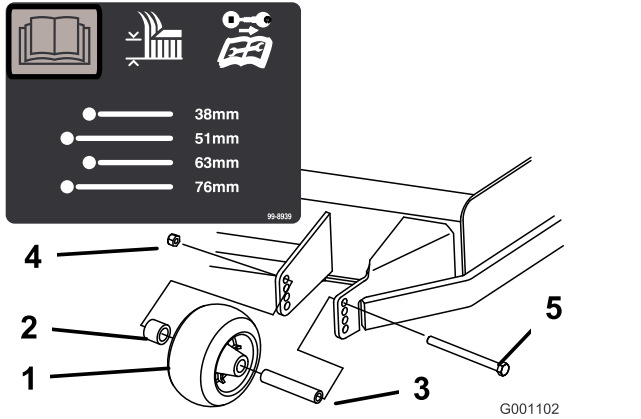
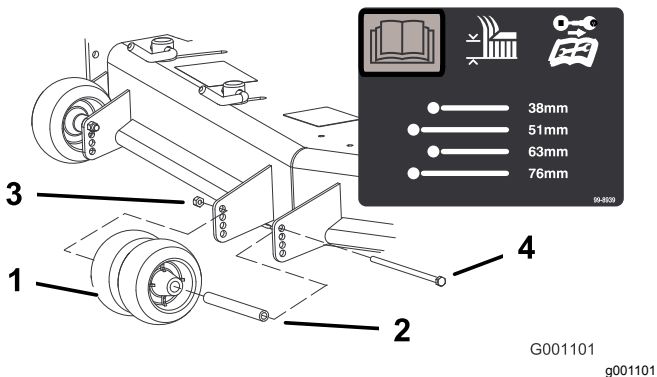
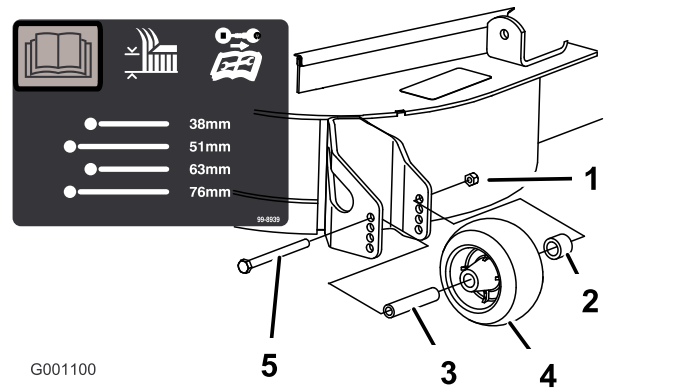

Figure 31
Figure 32
Figure 33
3. Après avoir réglé la hauteur de coupe, réglez les galets en retirant l'écrou à embase, la bague, l'entretoise et le boulon (Figure 31, Figure 32 et Figure 33).
**Remarque:** Les 2 galets centraux n'ont pas d'entretoise (Figure 32).
5. Posez l'écrou à embase, la bague, l'entretoise et le boulon. Serrez le boulon à un couple de 54 à 61 N·m (Figure 31, Figure 32 et Figure 33).